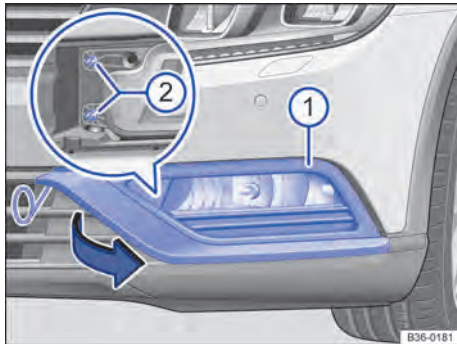

Fig. 311 No para-choque dianteiro à esquerda: lanterna para luz de neblina e farol de rodagem diurna.
2. Introduzir o gancho extrator das ferramentas de bordo → Página 437 no entalhe conforme mostrado e puxar a cobertura → Fig. 311 ① com o gancho extrator para frente no sentido da seta.
3. Remover os parafusos de fixação do farol → Fig. 311 ② com a chave de fenda.
12. Introduzir os parafusos de fixação do farol → Fig. 311 ②.
13. Recolocar a cobertura → Fig. 311 ① novamente no para-choque e travar.